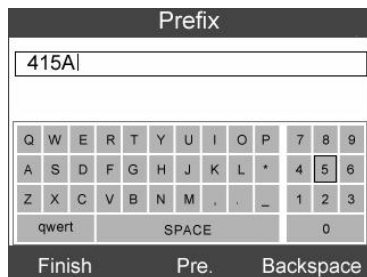

Figura 4.6
**[Editar]:** Pulse este botón para que aparezca un teclado en pantalla para facilitar su entrada. (Figura 4.6)